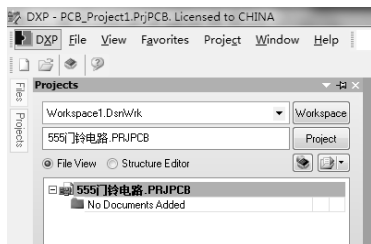

图 2-1-5 新建 555 门铃电路工程文件
(3) 单击“保存”按钮，返回设计界面。新建 555 门铃电路工程文件，如图 2-1-5 所示。